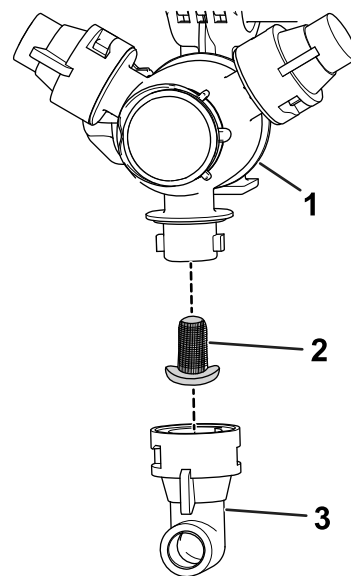

Bild 102
2. Nehmen Sie die Düse vom Sprühdrehkreuz ab (Bild 102).
3. Entfernen Sie den alten Düsenfilter (Bild 102).
4. Setzen Sie den neuen Düsenfilter ein (Bild 102).
5. Setzen Sie die Düse auf das Sprühdrehkreuz auf (Bild 102).